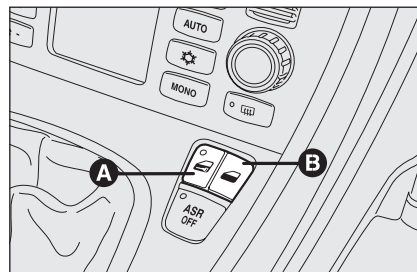

fig. 15
- bouton **A** et **B** de verrouillage/déverrouillage **fig. 15**;